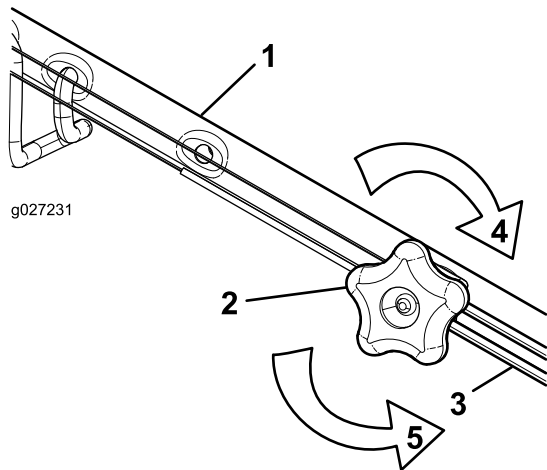

Рисунок 33
1. Поверните ручку регулировки против часовой стрелки, чтобы ослабить натяжку троса (Рисунок 33).
2. Отрегулируйте натяжение троса (Рисунок 33), потянув его назад или вперед, затем удерживайте в этом положении.